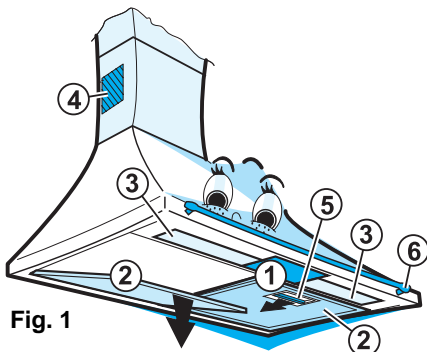

Fig. 1
2. Retirez les filtres à graisses (**Fig. 1**):